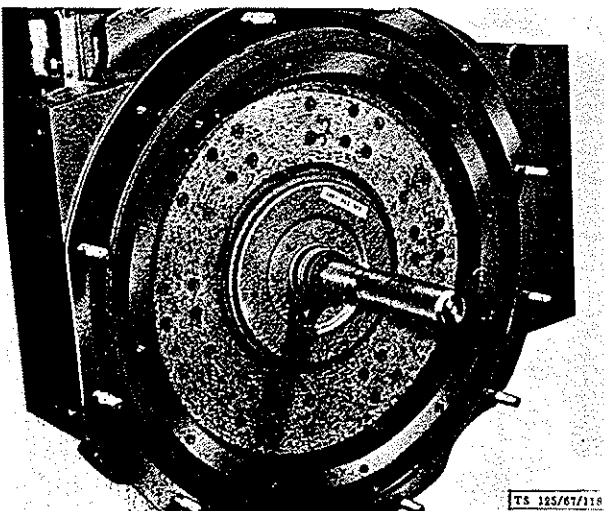

BILD 46: Zentrieren der Kupplung
13. Kupplung montieren. Damit beim späteren Einbau des Getriebes der vordere Zapfen der Kupplungswelle in das Nadellager der Kurbelwelle hineinfällt, muß die Kupplungsscheibe zentriert werden. Man verwende hierzu den Zentrierdorn RK 567 (Bild 46). Die Kupplung wird gleichmäßig und über Kreuz festgezogen.